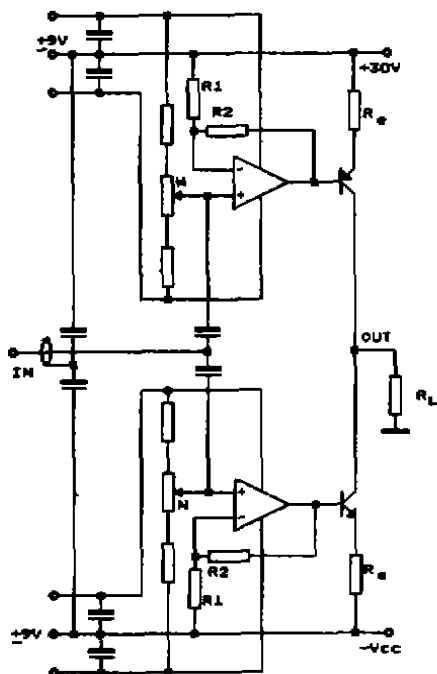

图4
4. 设计灵活, 可把运放增益设计成大于1 (见图4), 以提高整机增益; 并可提高功放管电源, 以提高功率。本功放还可将功放管换成日本场效应管, 运放换成极品, 达到更好的效果。